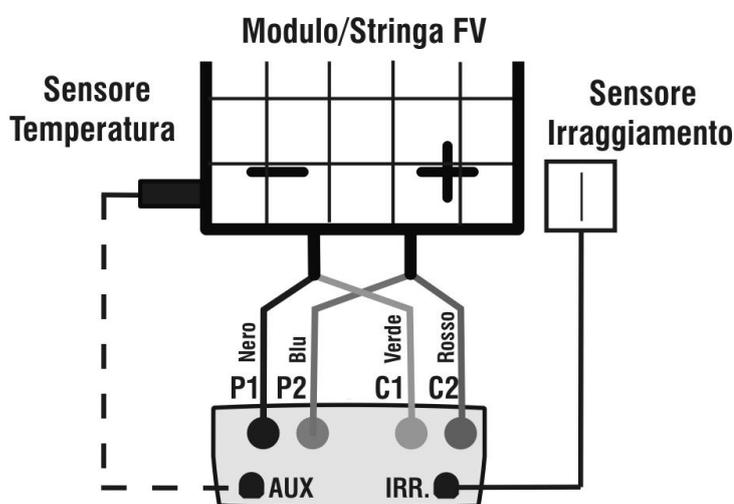

Fig. 7a: Lig. do inst. ao painel/bateria de painéis FV
20. Ligar o instrumento ao painel/bateria de painéis (stringa) em teste como se mostra na seguinte Fig. 7a. Em particular, ligar o pólo Negativo na saída do painel/bateria de painéis (stringa) aos terminais P1, C1 e o pólo Positivo na saída do painel/bateria de painéis (stringa) aos terminais P2, C2. Na modalidade de ativação da medição “Auto” é recomendado o uso do acessório opcional KITKELVIN.